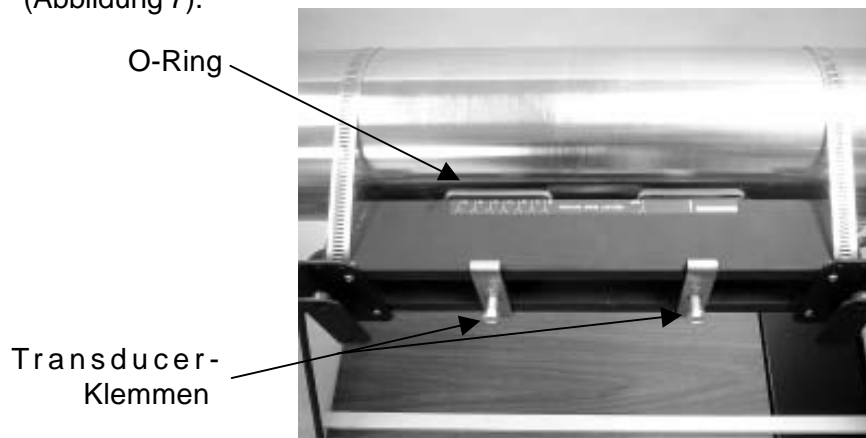

Abbildung 7
- Die O-Ringe aus ihrem Sitz lösen und durch Niederdrücken der Kanten mit einem Schraubendreher in Kontakt mit dem Rohr bringen. Überschüssige Koppelpaste wegwischen (Abbildung 7).